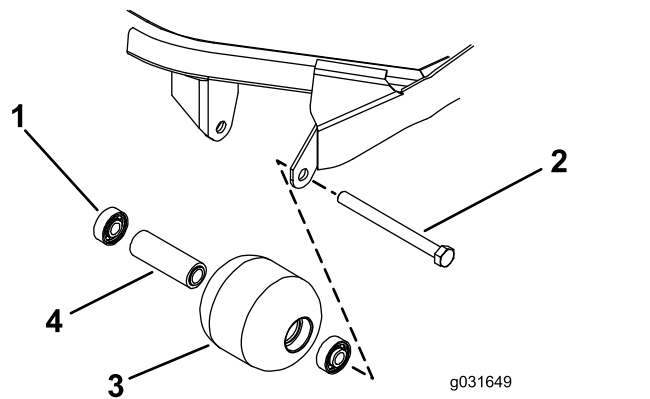

Figura 72
1. Retire el perno de montaje del rodillo (Figura 72).
4. Inspeccione el alojamiento del rodillo, los cojinetes, y el espaciador del cojinete (Figura 72).
el anillo de rodadura exterior, o de forma igual sobre el anillo exterior y el interior (Figura 72).
2. Introduzca el espaciador (Figura 72).
3. Introduzca el segundo cojinete en el alojamiento del rodillo hasta que entre en contacto con el espaciador, haciendo presión solamente sobre el anillo de rodadura exterior, o de forma igual sobre el anillo exterior y el interior (Figura 72).